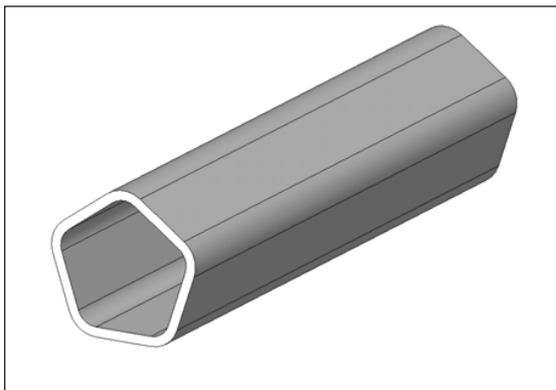

Abb. 5-16: Sauerstoffsensor-Ausbauwerkzeug
- Sauerstoffsensor-Ausbauwerkzeug (siehe Abb. 5-16 auf S. 50)
Um den Sauerstoffsensor auszubauen und zu ersetzen, benötigen Sie das im Lieferumfang enthaltene Sensor-Ausbauwerkzeug (siehe Abb. 5-16 auf S. 50).
3. Schrauben Sie den Sauerstoffsensor mit dem Sensor-Ausbauwerkzeug (siehe Abb. 5-16 auf S. 50) heraus, drehen Sie den Sauerstoffsensor dazu entgegen dem Uhrzeigersinn. Da der Sauerstoffsensor Blei enthält, ist er entsprechend den örtlichen Vorschriften zu entsorgen.